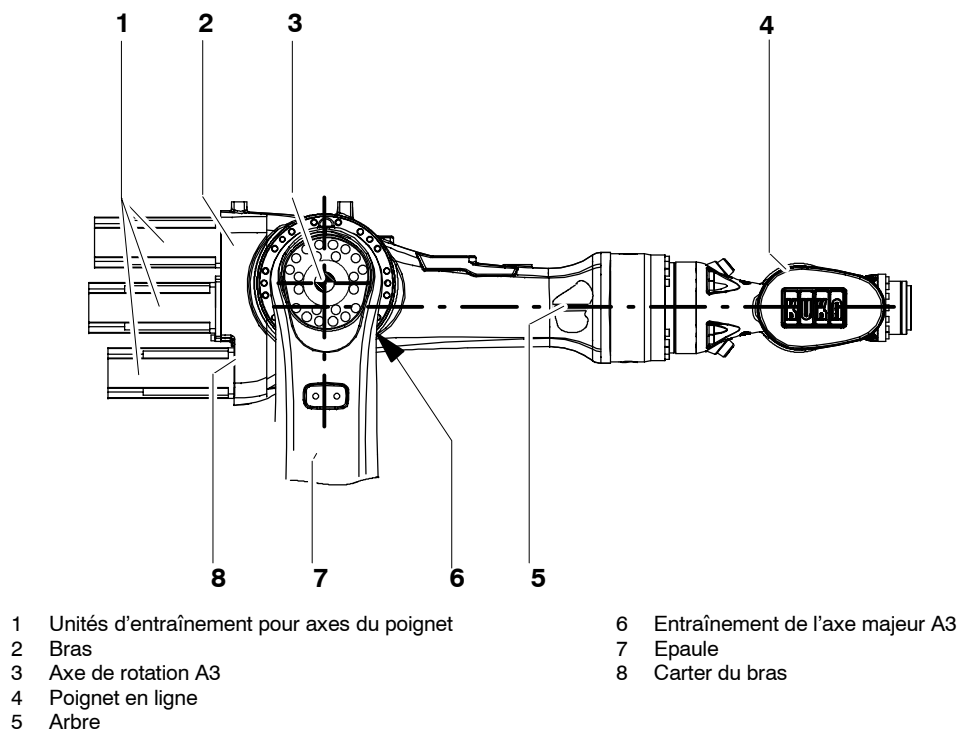

Fig. 4 Bras
Le sous-ensemble bras (Fig. 4/2) incarne l'élément de sortie de l'axe 3 de l'ensemble mécanique du robot. Le bras est bridé latéralement à l'épaule (7) via un réducteur à logement intégré. Il est entraîné par l'entraînement de l'axe majeur A3 (6). L'axe de rotation du bras (3) a été choisi de façon à pouvoir renoncer à un contrepoids d'équilibrage des masses sur le bras jusqu'à une charge nominale.